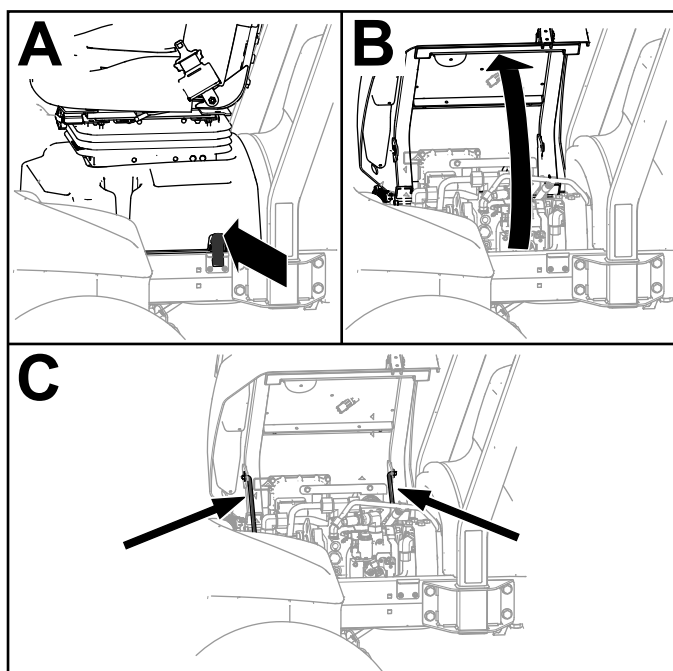

Figura 134
2. Desenganche la base del asiento, incline el asiento y la base para abrirlos, y coloque las varillas de sujeción (Figura 134).